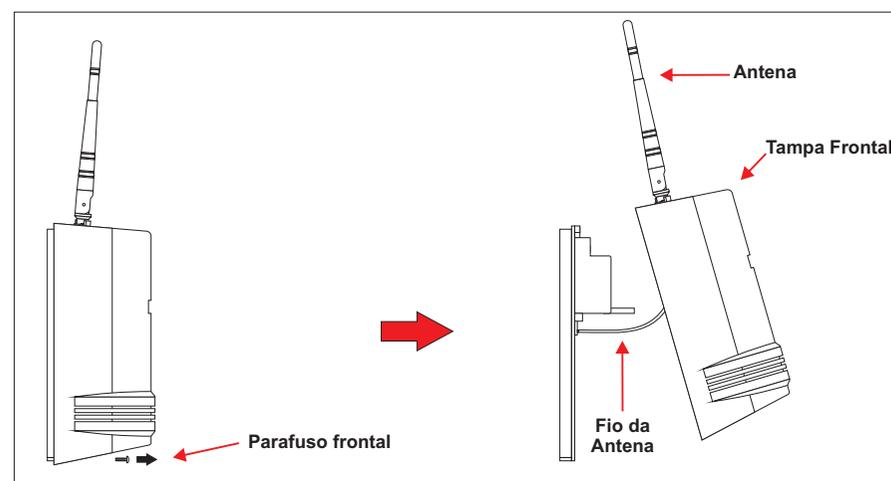

Figura 2
- Utilizando uma chave Philips solte o parafuso frontal (Figura 2);
- Desencaixe a tampa dianteira cuidadosamente a fim de não quebrar o fio da Antena (Figura 2);